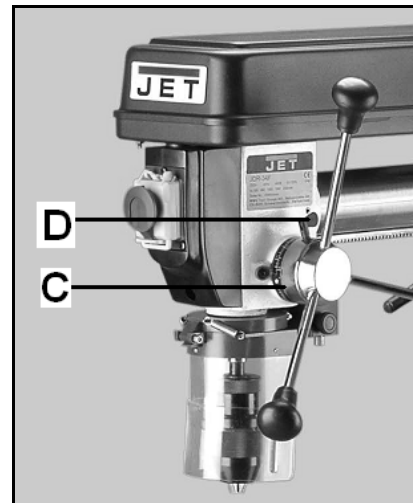

Fig 3
Tourner la bague de réglage (C, Fig.3) dans le sens inverse des aiguilles d'une montre, jusqu'à la butée et bloquer la vis moletée (D).